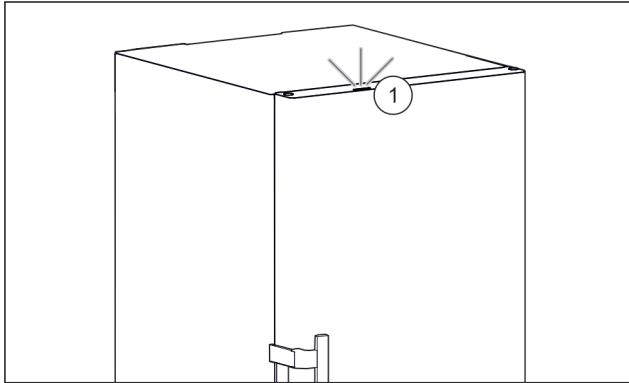

Fig. 56 Aktivt statuslys, når døren er lukket
- ▷ Statuslyset Fig. 56 (1) er aktiveret.